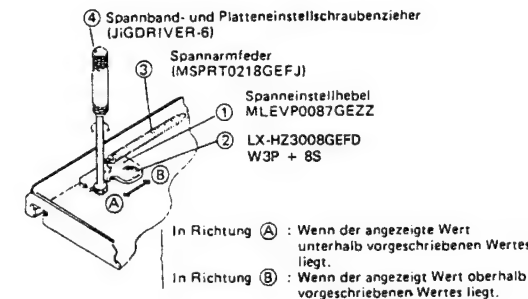

Abbildung 1-13.
1. Wenn die Bandspannung geringer als der vorgeschriebene Wert ist, die Spanneinstellplatte mit der Spannband- und Platten-Einstellvorrichtung 4 in Pfeilrichtung → A der Abb. 1-13 bewegen, und die Schraube 2 anziehen.
2. Wenn die Bandspannung den vorgeschriebenen Wert überschreitet, die Spanneinstellplatte mit der Spannband- und Platten-Einstellvorrichtung 4 in Pfeilrichtung → B der Abb. 1-13 bewegen, und die Schraube 2 anziehen.